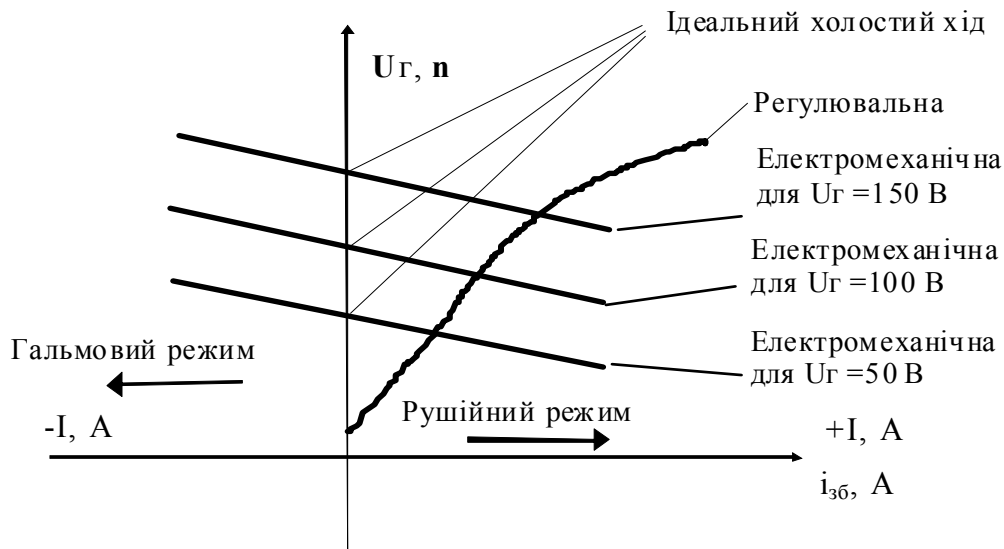

Рис. 3.2. Приблизна форма графіків характеристик системи Г-Д
За результатами іспитів будуються графіки. Можливий варіант показано на рис. 3.2.
- Графіки регулювальної та електро механічних характеристик за результатами випробувань (форма на рис. 3.2.).